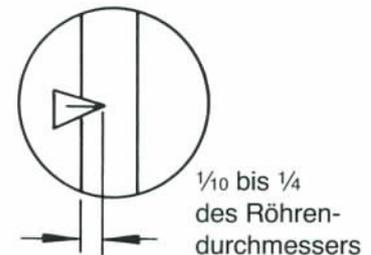

Abb. 3.15
- 2) Position der Pfeilspitze in Relation zum Röhrchen beobachten. Die Pfeilspitze sollte sich mit dem Röhrchen innerhalb der in Abb. 3.15 aufgezeigten Toleranzgrenzen überschneiden; die Überlappung sollte jedoch nicht mehr als ein Viertel des Röhrchendurchmessers betragen.
- 3) Beim Weitertransport des Röhrchens auf die Überlappung der Pfeilspitze achten; sie sollte innerhalb der in Abb. 3.15 aufgezeigten Toleranz liegen.